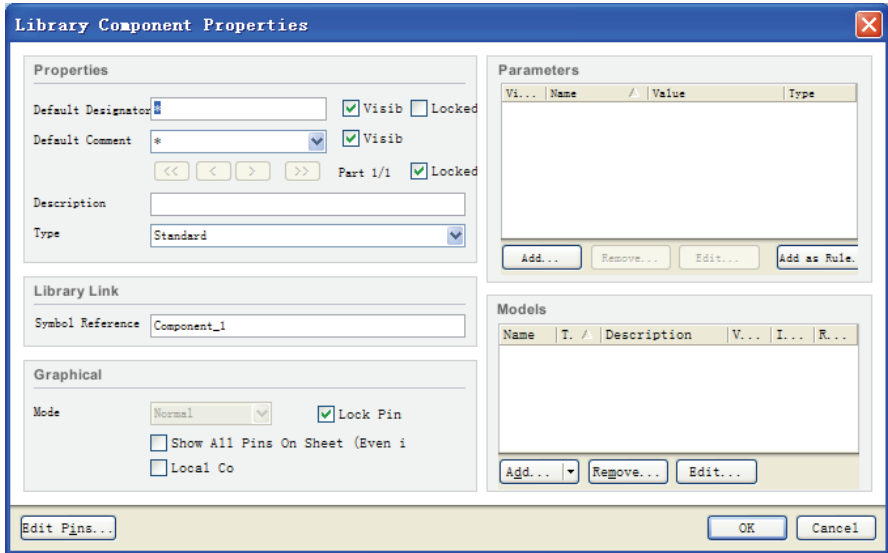

图 4-22 库元件属性对话框
(4) **Edit** 按钮：编辑元件的相关属性。单击该按钮后，弹出库元件属性对话框，如图 4-22 所示。